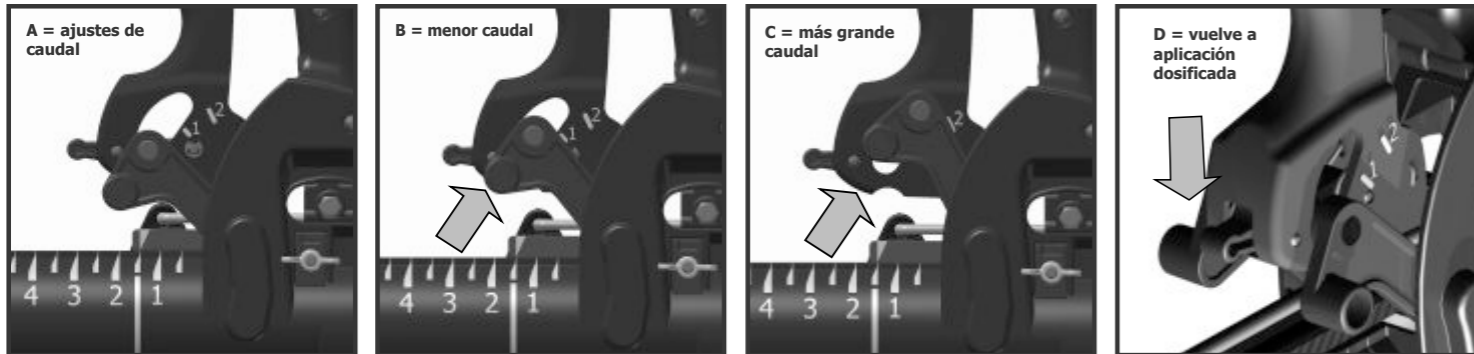

FIGURA 9 Forma de ajuste del caudal para aplicaciones continuas o en línea.
- Primero, repita los pasos **a)**, **b)** y **c)** del punto 6.3.1 (aplicación dosificada), posicionando y trabando la regla de medición en la marcación ( forma de línea continua) existente entre la posición N° 1 y N° 2, conforme ilustrado en la **Figura 9 A** arriba;
- Luego, conforme indicado por la flecha en la **Figura 9 B**, tire hacia arriba las articulaciones rojas del comando (sujetándolas de los dos lados del comando) hasta alcanzar la marcación con el número 1, donde escuchará un liviano “clic”, indicando que las articulaciones están trabadas y listas para operar en ese regulado 1 de menor caudal;
- Para operar en la regulación 2 de mayor caudal, continúe tirando de las articulaciones hacia arriba, hasta escuchar otro “clic”, que identifica que las articulaciones están trabadas en la posición 2 de mayor caudal, conforme ilustrado en la **Figura 9 C**;
- Por último, para desactivar el uso de la aplicación continua, empuje hacia abajo el botón rojo conforme indicado por la flecha en la **Figura 9 D**, destrabando el sistema y volviendo a activar el modo de aplicación dosificada (g/accionamiento del gatillo).